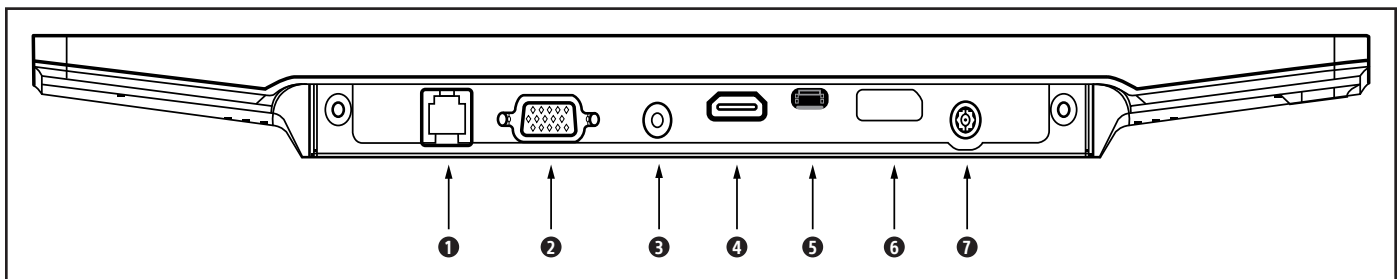

Figura 96. Conectores de interfaz de pantalla de la mesa
1. Enchufe el control remoto de OSD en la entrada RJ-11 (consulte la Figura 96).